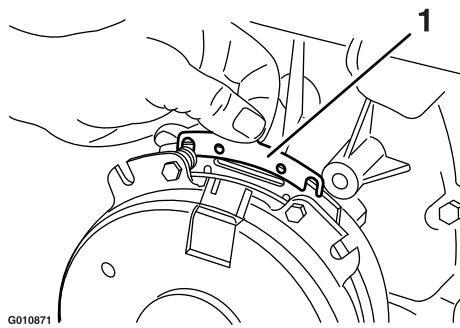

**Figura 68**
- A. Afloje ambos pernos de montaje del freno entre media y una vuelta, según se muestra en Figura 68.